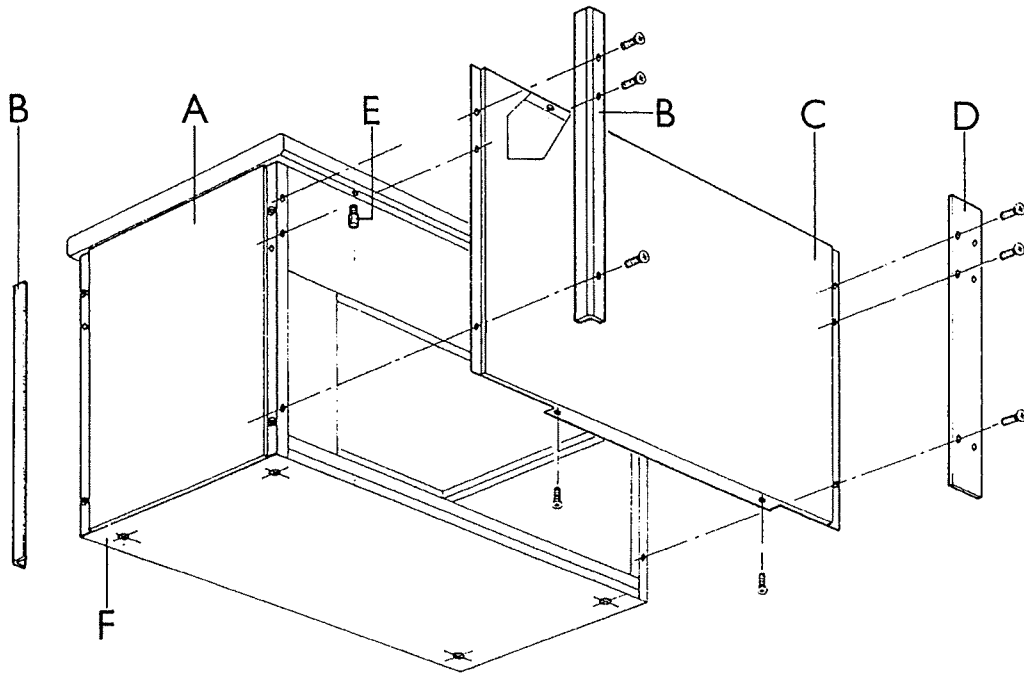

Fig. 2
- Montare i piedini (o le ruote) sotto il basamento "F" (fig.2).
### Montaggio pannelli di rivestimento (fig.2)
- Il pannello di rivestimento del fianco "A" (vedi fig.2) viene fornito completo di due profilati ad angolo "B"; mentre il pannello di rivestimento posteriore "C" viene fornito con due profilati piatti "D" da utilizzare come coprifuga nell'accostamento tra i vari elementi.